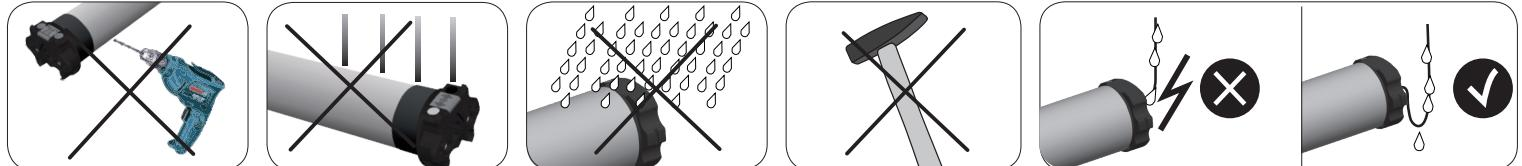

Fig. 1
► INSTALLATIE (Fig. 1)
► INSTALLATION (Fig. 1)